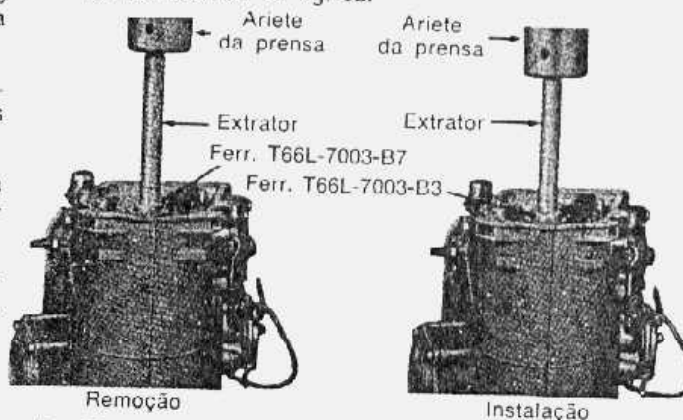

fig. 62 — substituição da bucha da carcaça da transmissão
1. Remover a bucha da caixa da transmissão conforme ilustrado na fig. 62.
2. Instalar a bucha na caixa da transmissão com auxílio da ferramenta ilustrada na fig. 62.